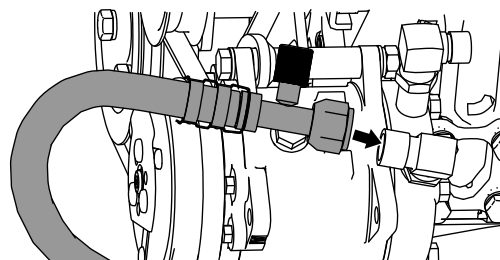

Рисунок 44
1. Подсоедините шланг низкого давления системы кондиционирования воздуха (7/8 дюйма) от кабины в сборе к прямоугольному штуцеру (7/8 дюйма), как показано на Рисунок 44.